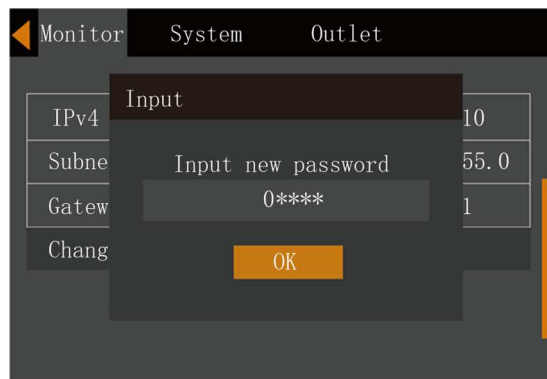

Figura 5-27 Introducción de contraseña nueva
4. Introduzca la contraseña actual y pulse la tecla  para confirmar; llegados a este punto, se pedirá al usuario que introduzca una contraseña nueva. Véase la Figura 5-27.